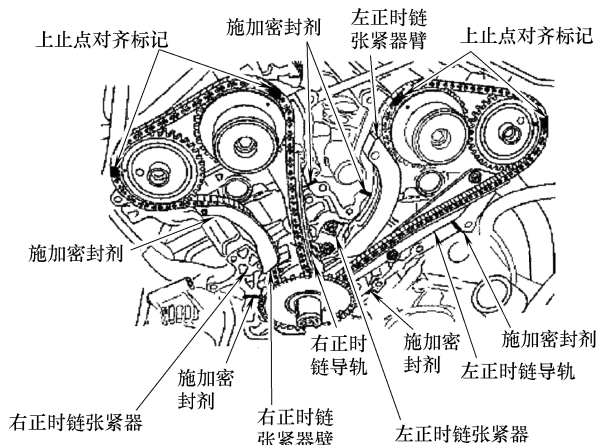

图 11-45 对齐上止点标记
轴,直至标有颜色的正时链条链节与凸轮轴链轮和曲轴链轮上的上止点标记对齐,见图 11-45。
• m。安装左侧正时链条。确保标有颜色的正时链条链节与凸轮轴链轮和曲轴链轮上的上止点标记对齐,见图 11-45。
4) 安装右侧正时链条导轨,将导轨固定螺栓紧固至 $25\text{N} \cdot \text{m}$ 。安装右侧正时链条。确保标有颜色的正时链条链节与凸轮轴链轮和曲轴链轮上的上止点标记对齐,见图 11-45。
7) 安装曲轴位置传感器脉冲轮。安装曲轴减振器/轮螺栓和垫圈。确保火花塞已经拆下,发动机可以自由转动。顺时针转动曲轴,直至标有颜色的正时链条链节与凸轮轴链轮和曲轴链轮上的上止点标记对齐,见图 11-45。
8) 拆卸曲轴减振器/轮螺栓和垫圈。按照图 11-45 所示的密封剂施加部位在气缸体上施加密封剂。安装新的正时链条盖密封垫。安装正时链条盖。